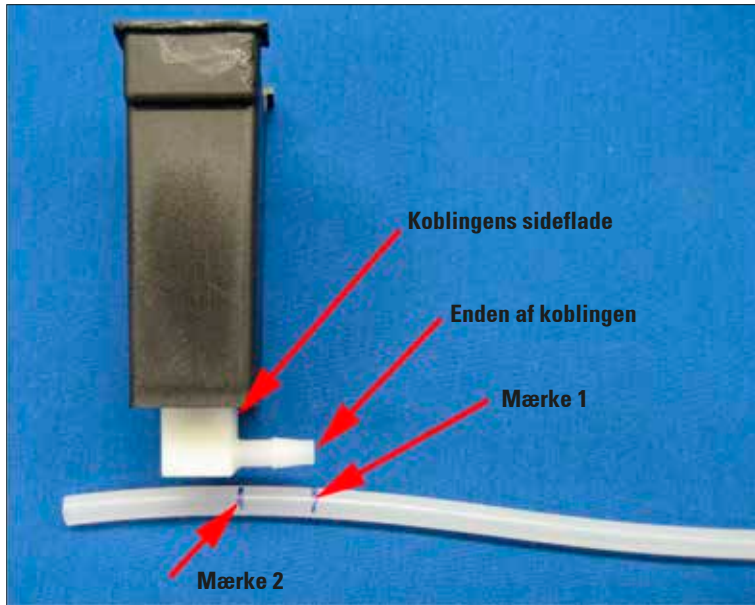

Fig. 25
- Placer mærke 1 ud for enden af koblingen, og lav en markering mere ("Markering 2") for at angive koblingens langsående overflade (fig. 25).